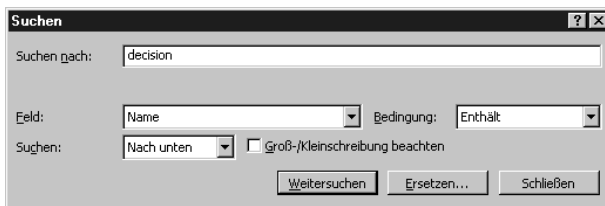

Abbildung 2.11:
1. Gehen Sie auf BEARBEITEN, SUCHEN im Menü, um das Dialogfeld SUCHEN zu erhalten (siehe Abbildung 2.11).